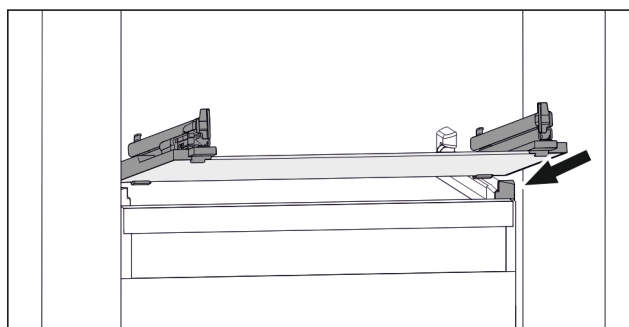

Fig. 95 Exemple de représentation de la tablette en verre
- ▶ Placer la tablette en verre, en l'inclinant, derrière les butées. (voir Fig. 95)